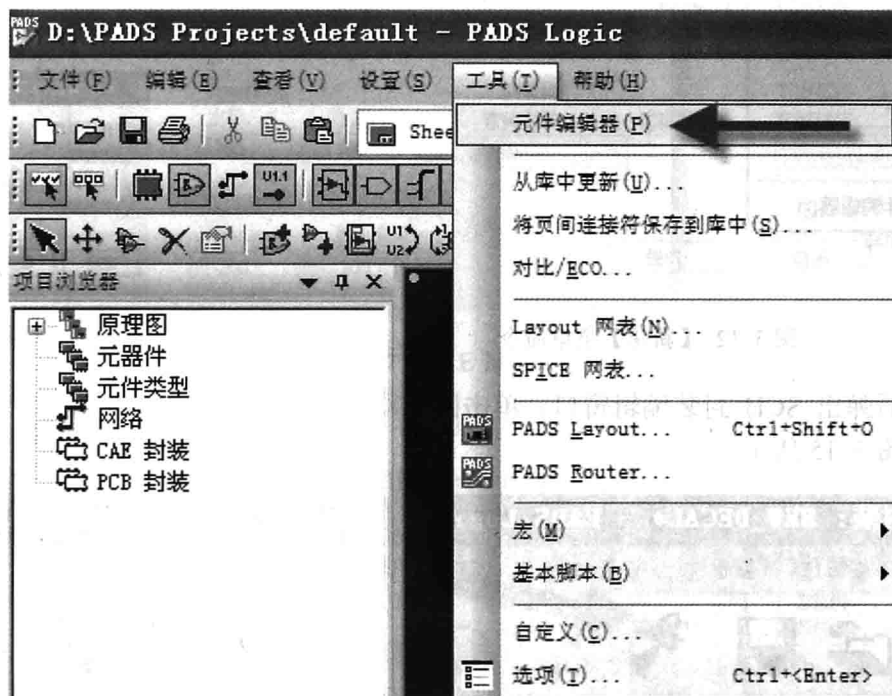
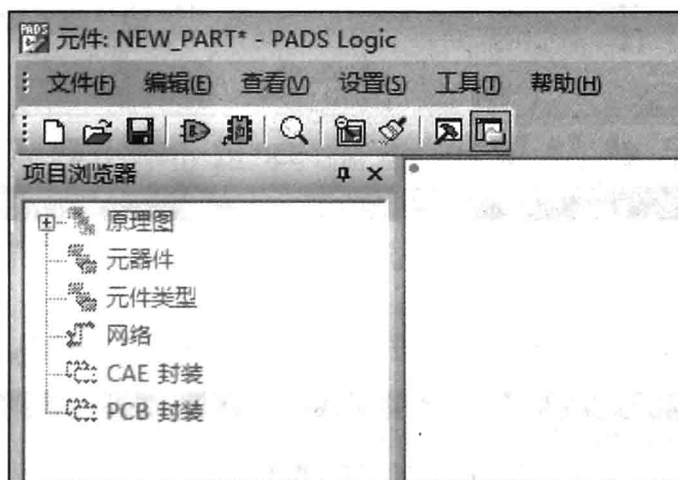

图 3-10 【元件编辑器】菜单命令
图 3-11 “元件: NEW_PART”对话框
(1) 执行菜单命令【工具】→【元件编辑器】, 如图 3-10 所示, 进入“元件: NEW_PART”元件创建对话框, 如图 3-11 所示。